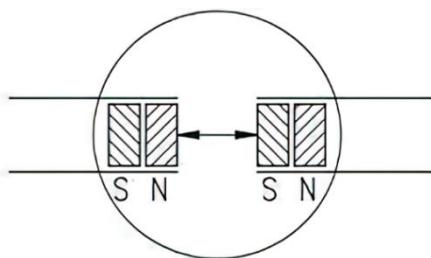

图 5-2：极位的确定，连接磁条
- 6：将两部分连接前，检查极性。两端必须相互吸引(如有必要，使用罗盘针)。若两端有同样的极性，用半极分割缩短一端(图 5-2)；